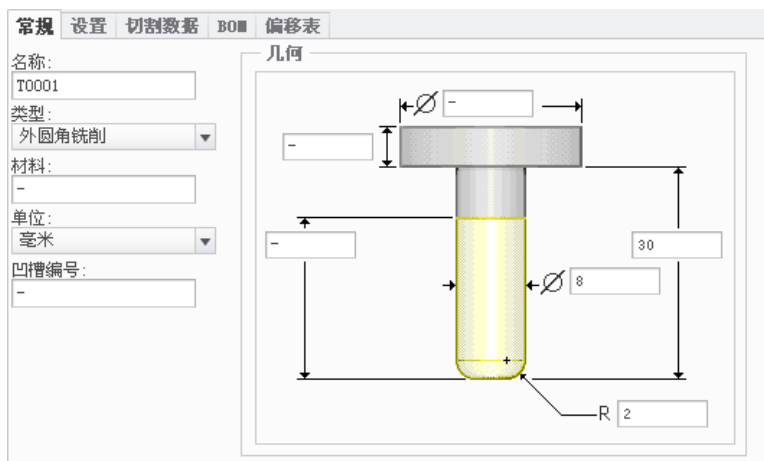

图 3.8.4 设定刀具一般参数
Step3 刀具设置。在“铣削工作中心”对话框中单击  刀具 选项卡, 然后单击  按钮, 弹出的“刀具设定”对话框。在“刀具设定”对话框中设置图 3.8.4 所示的刀具参数, 设置完毕后依次单击  应用 和  确定 按钮, 返回到“铣削工作中心”对话框。